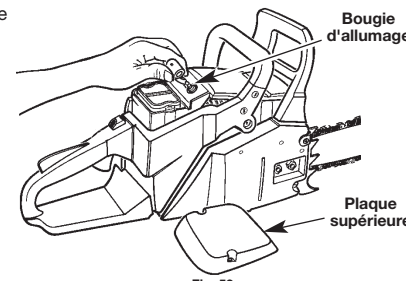

Fig. 53
2. Utilisez l'outil multifonctions pour retirer la vis de fixation de la plaque supérieure (Fig. 53). Retirez la plaque supérieure.
3. Débranchez le connecteur du fil de la bougie d'allumage en tirant et en tournant simultanément (Fig. 53).